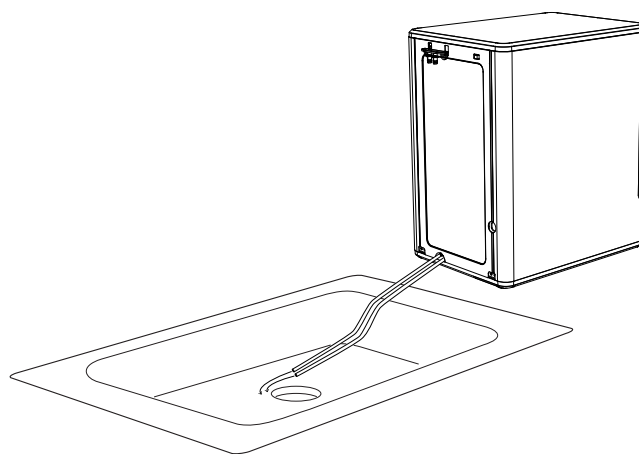

Figure 5
6. Vidangez maintenant l'eau en décrochant les tuyaux situés derrière la machine à glaçons Opal et en les plaçant dans un évier ou un seau. Voir Figure 5